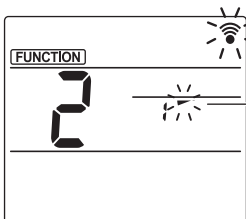

Fig. 3-3
③ Luftklappenwinkel einstellen (Fig. 3-3)